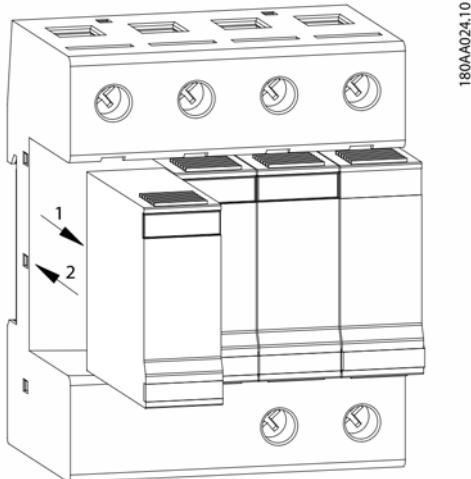
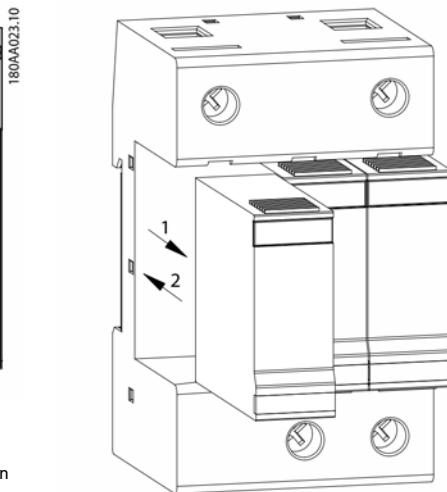

Figura 1.2 Scaricatore di sovratensioni per CA (3)
Figura 1.3 Scaricatore di sovratensioni per CC (3)
4. Estrarre lo scaricatore di sovratensioni difettoso. Vedere (1) nella figura 1.2 e (1) nella figura 1.3.
1. Inserire i nuovi scaricatori di sovratensioni finché non scattano in posizione. Vedere (2) nella figura 1.2 e (2) nella figura 1.3.